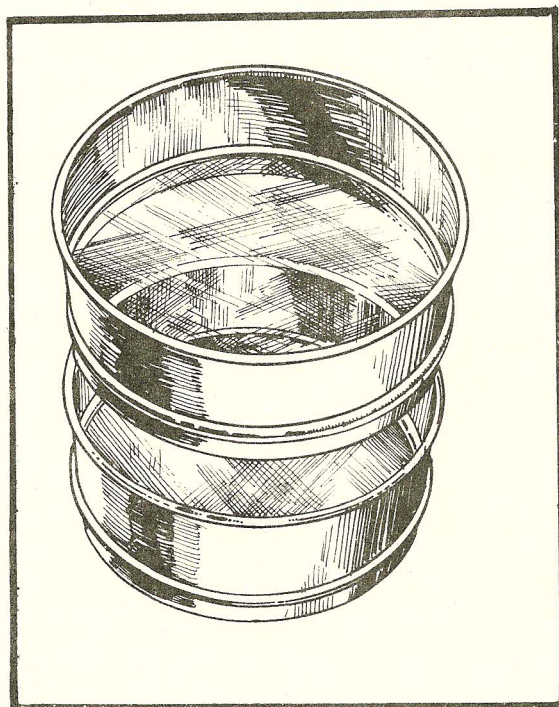

FIGURA 2 - Peneiras
- jogo de peneiras, sendo uma de 40 mesh e outra de 60 mesh (Figura 2)